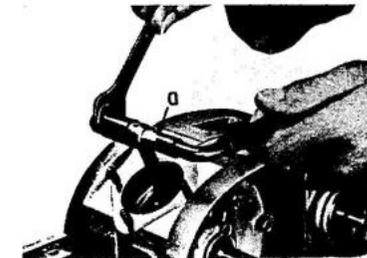

Abb. 51 Pleuelbüchse aus- und einziehen
- Alte Pleuelbüchse unter gleichzeitigem Einziehen der neuen Pleuelbüchse mit dem Aus- und Einzieher, wie Abb. 51 zeigt, ausdrücken.